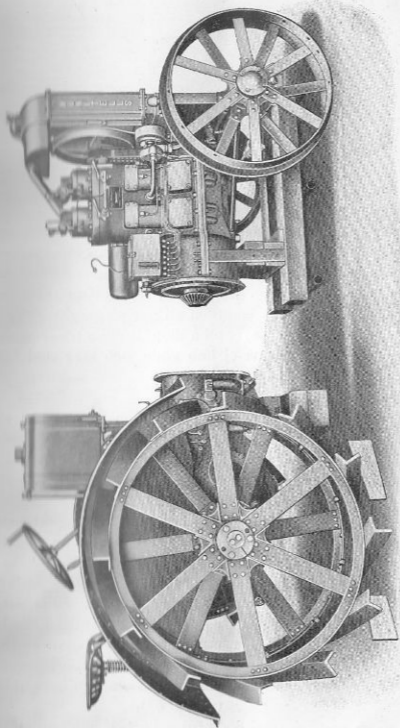

Fig. 30.
1. Traktorns framända höjes något medelst en hävstång eller domkraft, och såväl växellådans främre som motorns bakre del pallas under med stadigt virke, sedan man först lagt 3 st. rullar under pallningen (se fig. 30). (Om traktorn ej står på golv, lägges på marken ett par plankor, på vilka rullarna i sin tur placeras.) Spika ihop de olika trästyckena i pallningen, så att denna ej kan glida, och lägg stöd för drivhjulen.
3. Växellådan skiljes från motorn och denna rullas fram så långt som pallningen medgiver (se fig. 30).